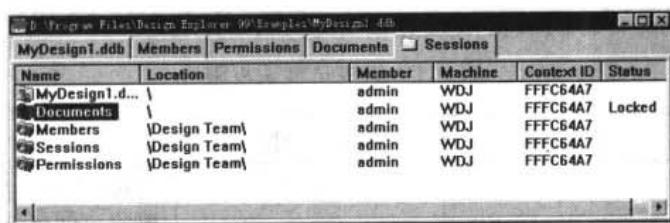

图 2-6 锁定 Document 文件夹后的 Session 视窗窗口
- (1) 在 Explorer 中双击打开对话信息 Sessions 文件夹。
- (2) 移动鼠标到需要锁定的文档名上，单击鼠标右键，选择弹出菜单中的 Lock 命令，Session 视图窗口的显示如图 2-6 所示。